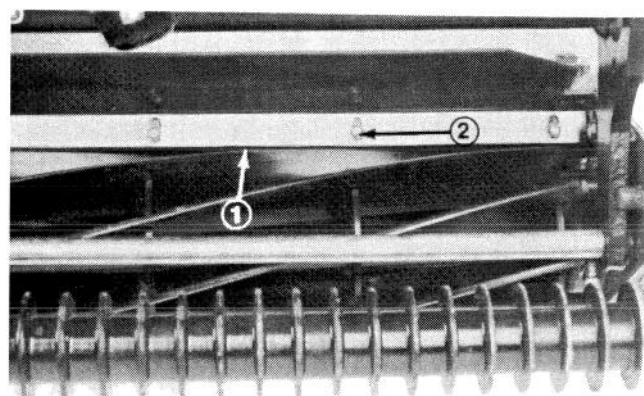

Figure 5
1. Desserrez les vis fixant la barre supérieure (Fig.5). Insérez une jauge d'épaisseur de 0,080" entre le haut du tambour et la barre et resserrez les vis (Fig.5). Vérifiez que la barre et le tambour sont à égale distance par rapport à l'ensemble du tambour.